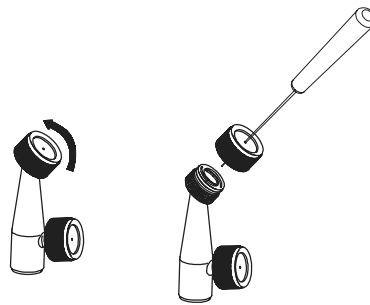

Figura 14
- Spingere un piccolo filo attraverso i fori esposti per rimuovere eventuali detriti. Quindi risciacquare con acqua pulita. Fare riferimento alla Figura 14.